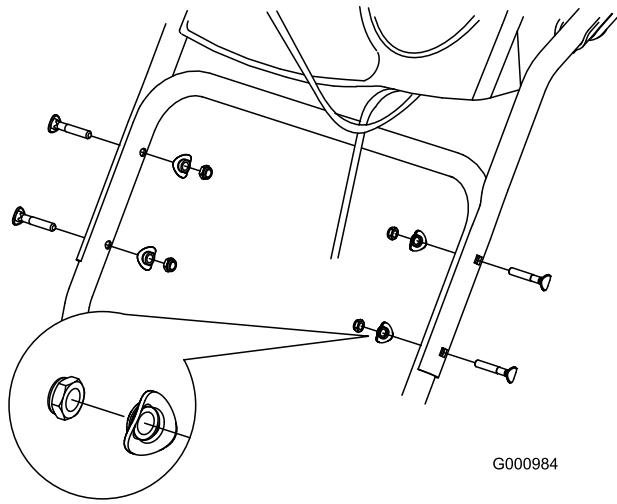

Figura 5
2. Fissate la stegola superiore con 4 bulloni della stegola, 4 rondelle curve e 4 dadi di bloccaggio dal sacchetto delle parti sciolte (Figura 5).